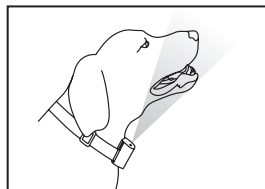

Fig. 5
2. Leg de halsband om uw staande hond, zodat de sprayopening loodrecht op zijn neus staat (fig. 5) en pas de juiste maat aan.